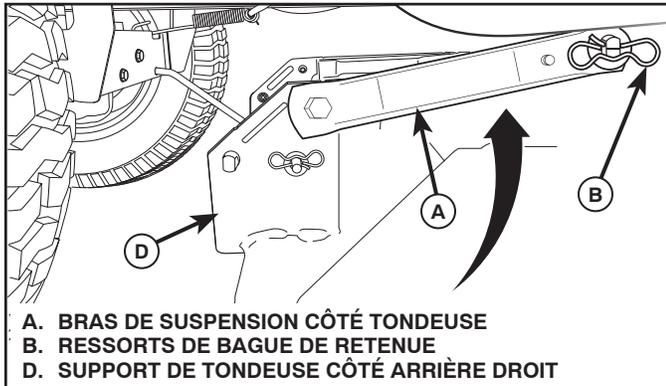

Fig. 33
## 6. ATTACHER LES BRAS DE SUSPENSION (A) CÔTÉ TONDEUSE AU CHÂSSIS (Voir la Fig. 33)
- Mettre le trou avant du bras de suspension (A) sur la goupille sur l'extérieur du châssis du tracteur et fixer avec la grande rondelle et la grande retenue à ressort (B).